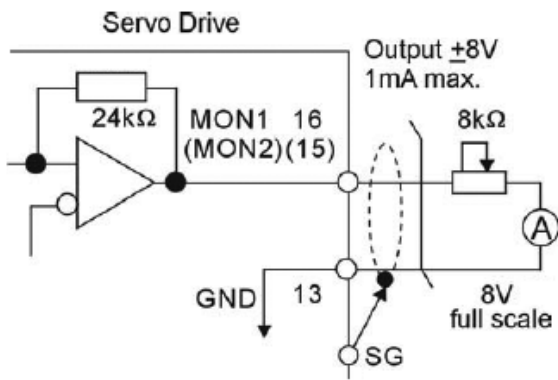

Fig. 1. Uscite analogiche.
Le uscite MON1 (16) e MON2 (15) possono essere utilizzate per monitorare in tensione due tra i parametri del drive o del motore, intervenendo su P0_03 (Analog Monitor Output) per selezionare il comando e P1_04 / P1_05 per i fattori di scala. La tensione di uscita è riferita alla massa di potenza (fig. 1). Utilizzando per esempio i valori di default dei parametri (tab. 1) l'uscita MON1 (16) è abilitata a fornire una tensione V1 proporzionale alla velocità di rotazione N [rpm] del motore, tale che: